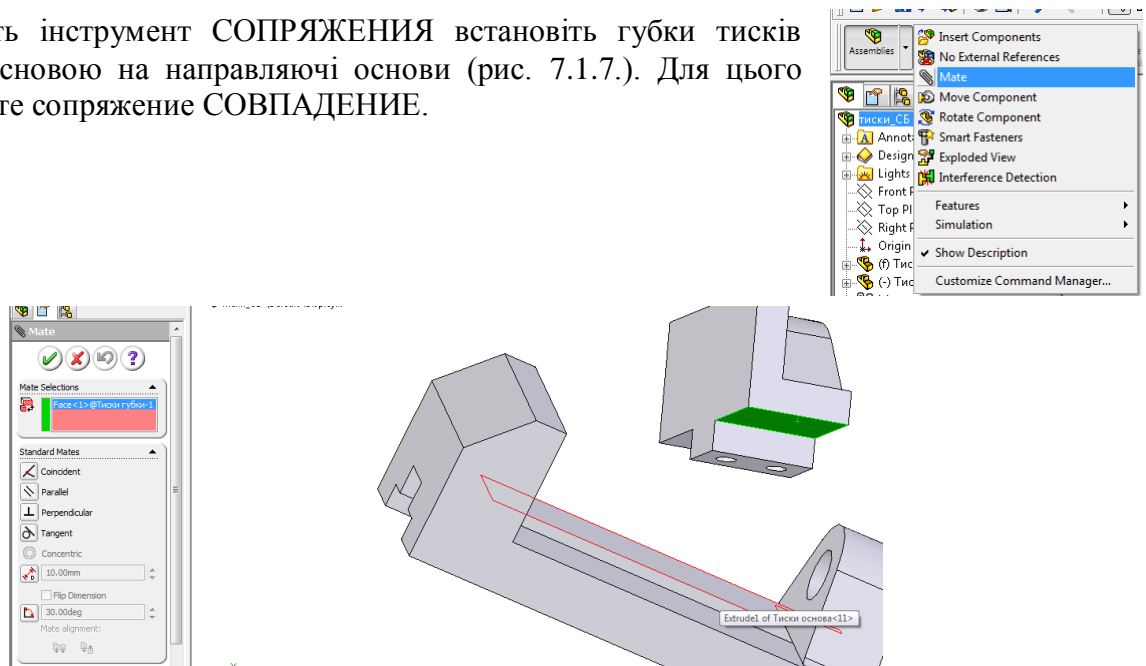

Рис. 7.1.7. Використання сполучення СОВПАДЕНИЕ
3. Виберіть інструмент СОПРЯЖЕНИЯ встановіть губки тисків нижньою основою на направляючі основи (рис. 7.1.7.). Для цього використайте сопряжение СОВПАДЕНИЕ.